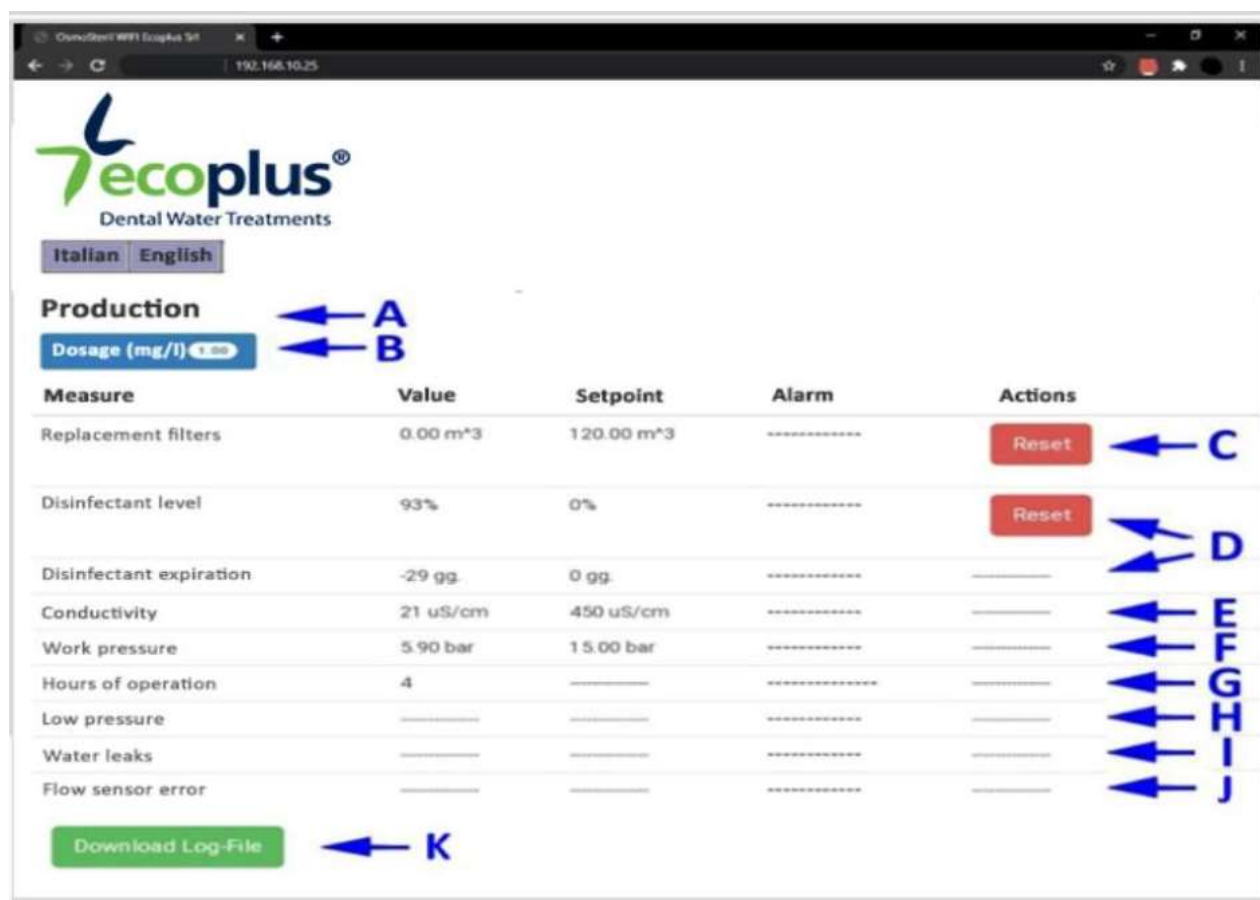

Fig. 3.1
**Se référer à la figure 3.1 ci-dessus :**